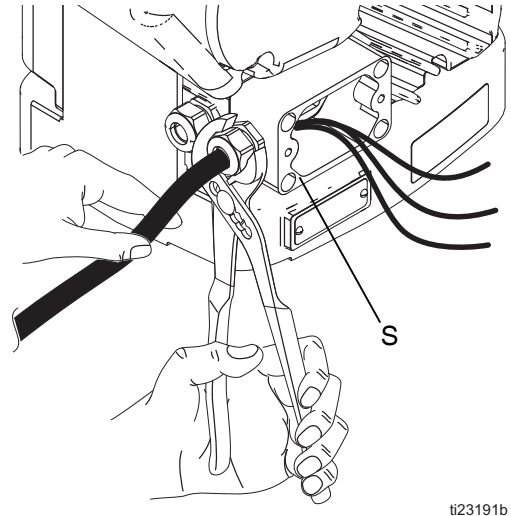

图 6：接线盒螺丝和应力消除
- 7. 更换步骤 2 中拆下的接线盒螺丝和垫圈，然后拧紧线夹以固定住接线盒 (S) 内的电源线。参见图 6。